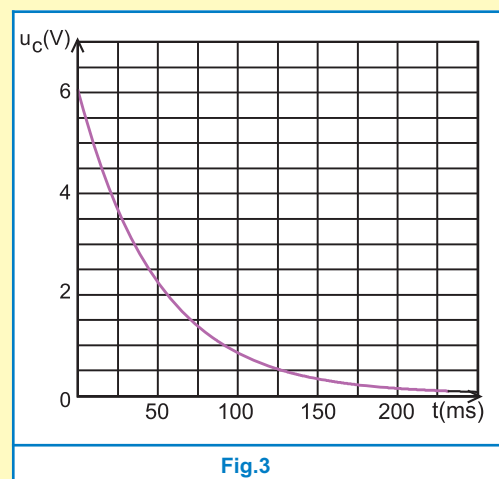

Fig.3
2°) On bascule le commutateur dans la position 2, le condensateur se décharge complètement dans le résistor de résistance $R_2 = 1 \text{ k}\Omega$ au bout d'une durée $t = 250 \text{ ms}$. La courbe de décharge $u_C(t)$ est représentée sur la figure 3.
b) Le traçage de la tangente à la courbe de décharge de la figure 3,